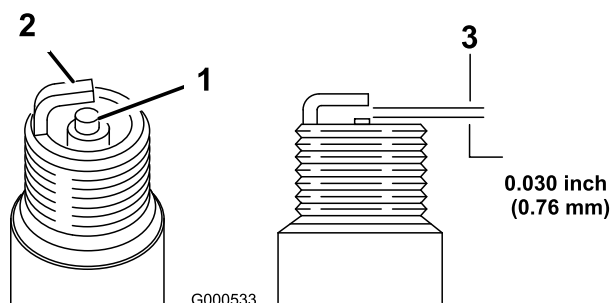

Figura 33
1. Mire la parte central de la bujía (Figura 33). Si se observa un color gris o marrón claro en el aislante, el
2. Compruebe la separación entre los electrodos central y lateral (Figura 33). Si la distancia no es correcta, doble el electrodo lateral (Figura 33).